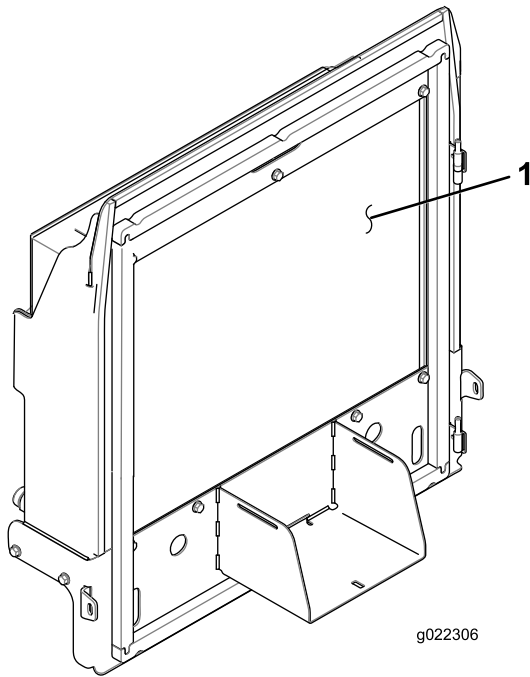

Figura 66
- Pulite accuratamente entrambi i lati del radiatore/refrigeratore dell'olio utilizzando aria compressa (Figura 66).